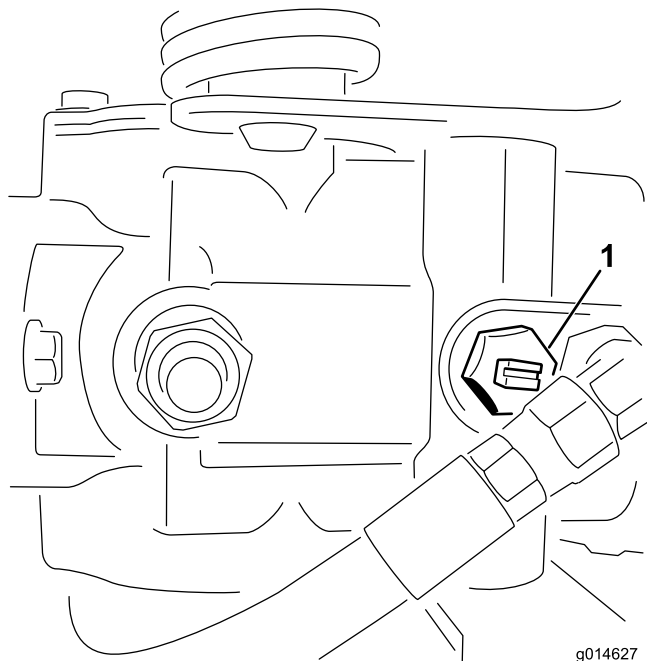

**Рисунок 38**
1. Найдите на насосе перепускной клапан и поверните его так, чтобы паз был вертикален (Рисунок 38).
2. Перед запуском двигателя закройте перепускной клапан, повернув его так, чтобы паз был горизонтален (Рисунок 38). Не запускайте двигатель, когда клапан открыт.